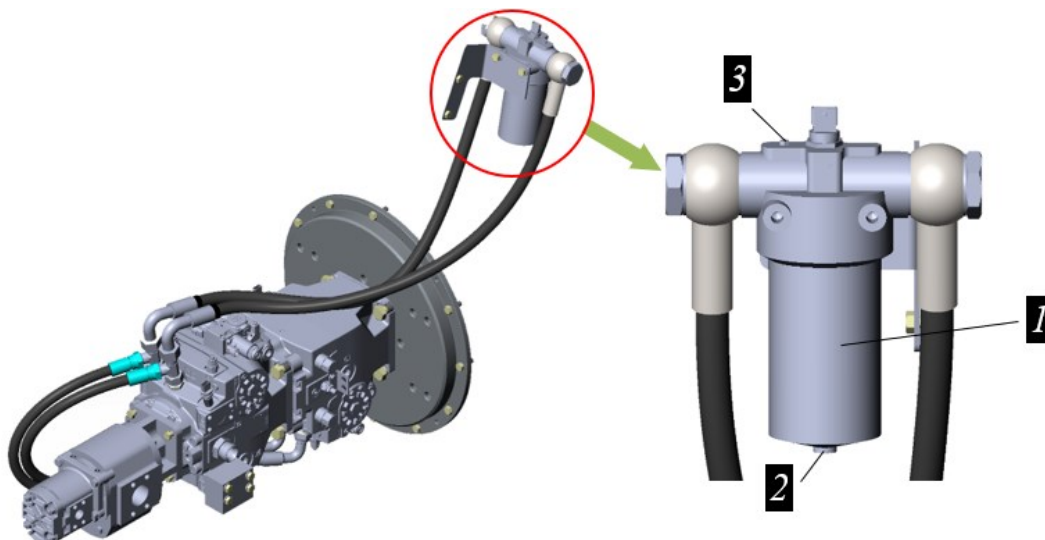

Рисунок 5.85. Замена фильтра в линии подпитки насосов Н1-Р-130
- ▶ Открутить корпус фильтра 1 за шестигранную головку 2 рис. 5.85.
- ▶ Выкрутить пробку 3 для удаления воздуха, рис. 5.85. Как только воздух перестанет выходить и начнет вытекать масло, закрутить пробку 3.